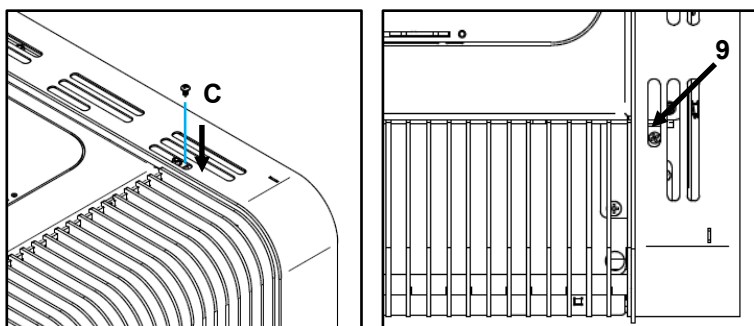

Figura 43 – Fixação das envolventes Aspen
i) Por fim, fixar um parafuso **C** (DIN 7981 4,2x9,5) no furo **9**, como indica a Figura 43.